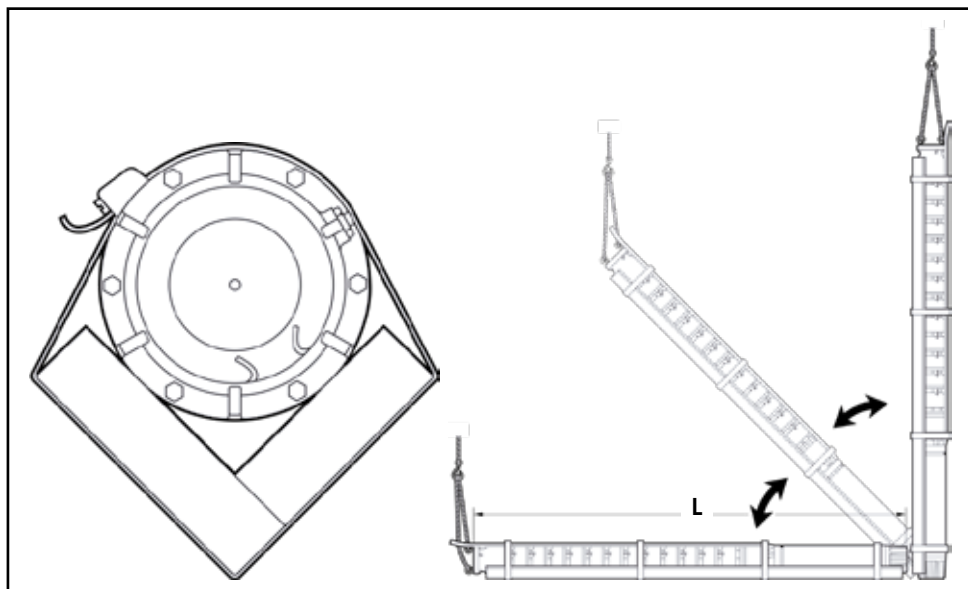

Figura 10: Içamento da motobomba.
- Para o posicionamento horizontal ou novo içamento da motobomba, caso a montagem do conjunto exceda o comprimento (L) de 4 metros, faça uso de um suporte auxiliar para prevenir possíveis danos, os quais podem ser causados por tensão ou flexão (figura 10).
Desça a motobomba dentro do poço tomando cuidado para não danificar os cabos elétricos ou o cabo do eletrodo de nível (figura 10).